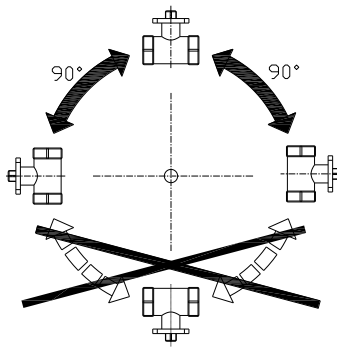

图 1
- 1. 阀体安装方向如图 1，球阀可水平安装也可垂直安装，但不得倒置安装，如阀杆顶点方向朝下。